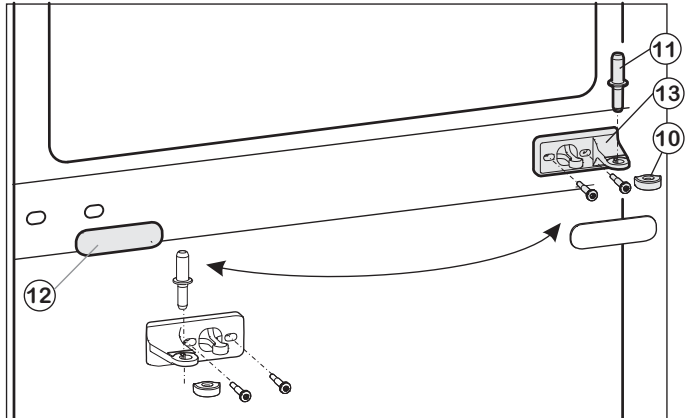
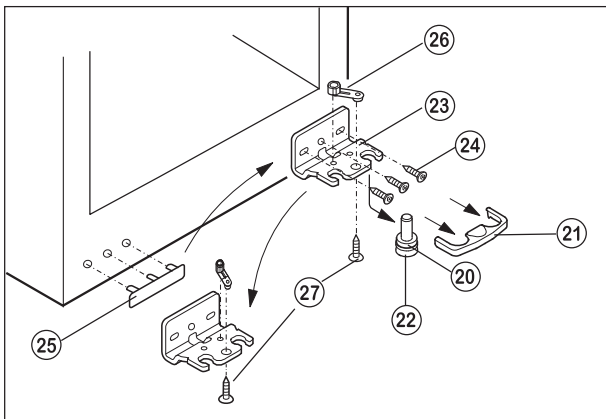

Fig. 2
Fig. 3
- Rimuovere il cappuccio di plastica in fig. 2 (10).
- Estrarre il perno cuscinetto al centro in fig. 2 (11).
- Estrarre la piastra di copertura in fig. 2 (12).
- Svitare il cuscinetto di supporto al centro in fig. 2 (13) e cambiarlo di posizione ruotandolo di 180° nuovo lato della cerniera.
- Incastrare nuovamente la piastra di copertura in fig. 2 (12) sul nuovo lato della maniglia.
- Estrarre la copertura in fig. 3 (21) tirandola in avanti verso il basso.
- Estrarre il perno cuscinetto in fig. 3 (22) verso il basso e in avanti.
Durante l'operazione fare attenzione alla boccola della cerniera in fig. 3 (20).
- Svitare il cuscinetto di supporto in fig. 3 (23) (3 x Torx 25) fig. 3 (24).
- Svitare il pezzo di supporto in fig. 3 (26) (1 x Torx 25) fig. 3 (27) e spostarlo nel foro di alloggiamento dall'altro lato, quindi riavvitare.
- Sollevare e spostare la copertura dal lato della maniglia in fig. 3 (25).
- Riavvitare il cuscinetto di supporto in fig. 3 (23) sul nuovo lato della cerniera.
- Appoggiare la porta dall'alto sui perni cuscinetto in basso in fig. 3 (22).
- Inserire il perno cuscinetto centrale in fig. 2 (11) sul nuovo lato della cerniera attraverso il cuscinetto di supporto al centro in fig. 2 (13) nella porta inferiore.
- Riappoggiare il cappuccio in plastica in fig. 2 (10) ruotandolo di 180° sul cuscinetto di supporto al centro in fig. 2 (13).
- Posizionare la porta superiore sul perno cuscinetto al centro in fig. 2 (11).
- Eventualmente registrare le porte mediante i due fori longitudinali nel cuscinetto di supporto in basso in fig. 3 (23) e nel cuscinetto di supporto al centro in fig. 2 (13) allineandole al corpo dell'apparecchio, quindi serrare le viti.
- Riapplicare la copertura in fig. 3 (21).